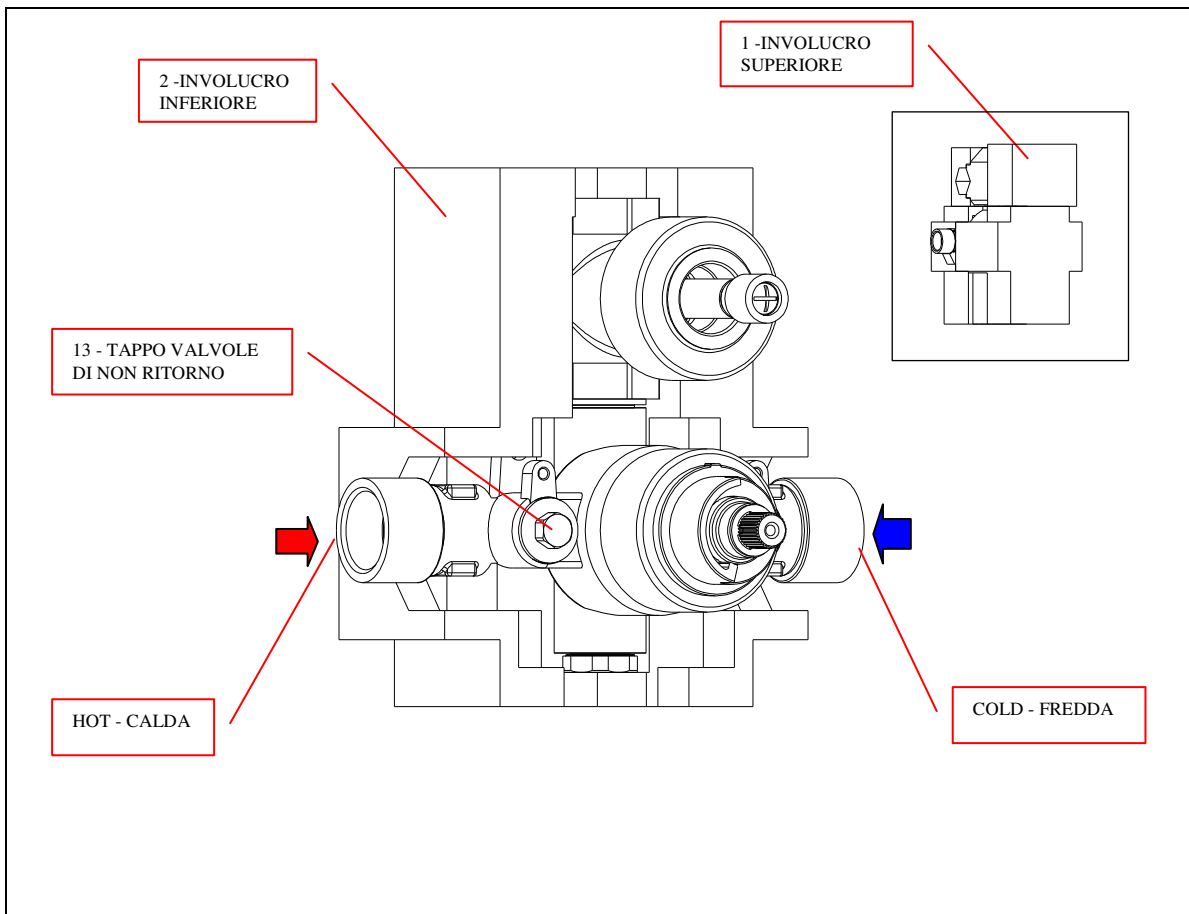

FIGURA 1 – INSTALLAZIONE, COLLEGAMENTI E MANUTENZIONE VALVOLE DI NON RITORNO
- A - ESEGUIRE L'INSTALLAZIONE CON I DUE GUSCI DI POLISTIROLO (1 & 2) UNITI (FIGURA 1)
- B - DOPO AVER ESEGUITO IL RIVESTIMENTO TOGLIERE L'INVOLUCRO SUPERIORE (1) (FIGURA 1)
MANUTENZIONE DELLE VALVOLE (FIGURA 1)
A - TOGLIERE IL TAPPO DI ISPEZIONE (13) DELLA VALVOLA DI NON RITORNO (FIGURA 1)